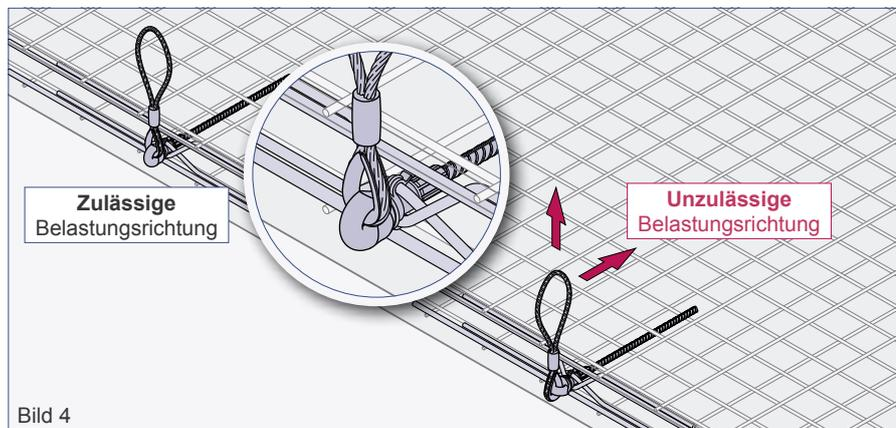
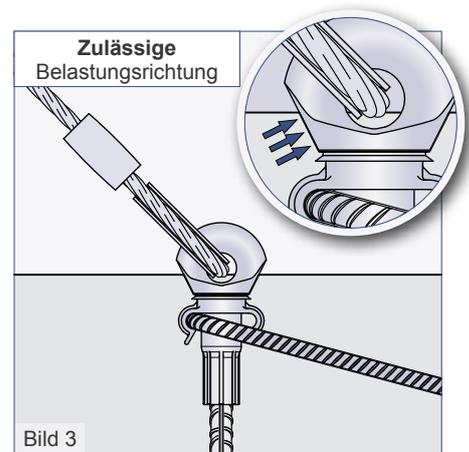

Bild 4
Bild 3
Der Lifty verseilt wird als Lastaufnahmemittel innerhalb des Gewindetransportankersystems verwendet und ist mit speziellem Rundgewinde (mit metrischer Steigung) oder metrischem Gewinde erhältlich. Er ist handfest in den Gewinde-Transportanker einzudrehen, bis die Unterseite des Ringzapfens vollflächigen Druckkontakt mit der zuvor geschaffenen Aussparung im Bauteil hat. Da sich hierdurch der Ringzapfen bei Belastung gegen den Beton stützt, ist eine optimale Lasteinleitung in den einbetonierten Gewinde-Transportanker gegeben (Bild 3). Während des Anschlagens muss die Seilschleife des Lifty verseilt in Zugrichtung zeigen. Damit die Ringschraube des Lifty verseilt in die zulässige Belastungsrichtung zeigt (Bild 4), darf Sie um maximal eine halbe Umdrehung zurückgedreht werden.
**!** Die Belastung des Lifty verseilt darf ausschließlich in Zugrichtung der Längsachse des Ringzapfens erfolgen (Bild 4).